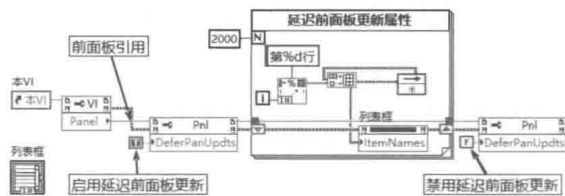

图 6-16 延迟前面板更新
(2) 前面板中的“延迟前面板更新”属性也是很常用的属性。在使用表格控件、列表框控件、树控件时，会包括大量显示数据。如果每增加一个项目就更新一次，会导致运行速度的急剧下降。使用“延迟前面板更新”属性，可以在所有数据处理完毕后，一次性更新前面板，如图 6-16 所示。